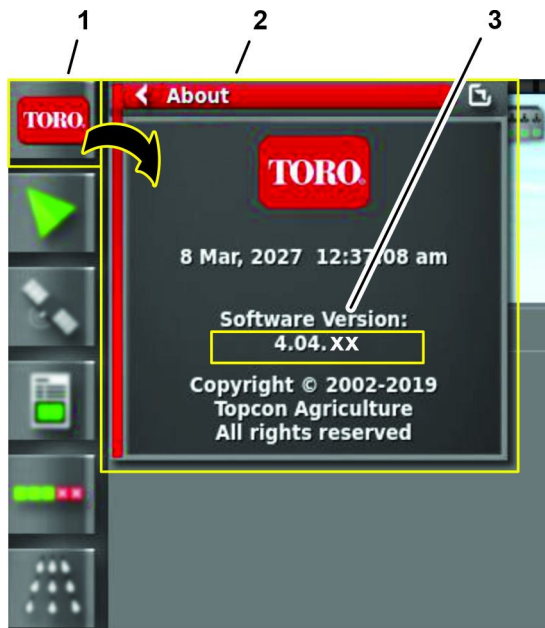

Figura 198
2. Pulse el icono ACERCA DE (Toro) en la esquina superior izquierda de la consola de control (Figura 198).